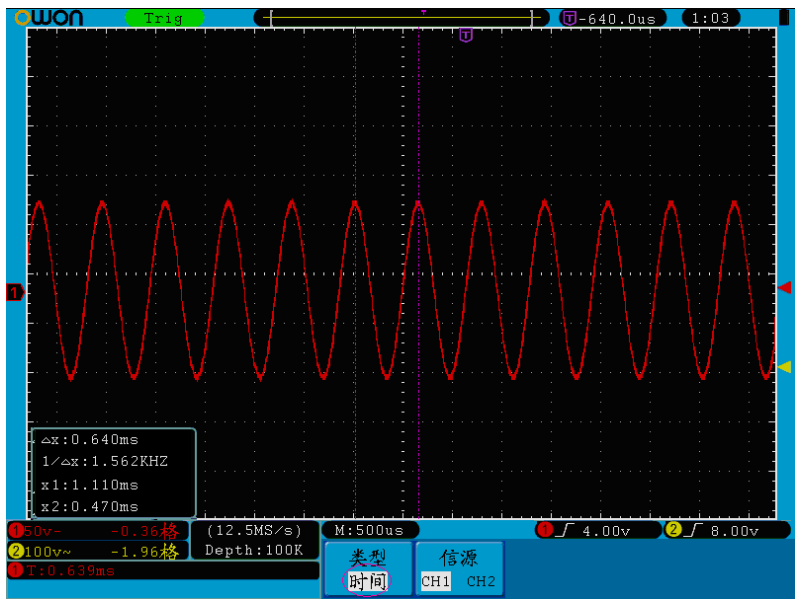

图 5-57：时间光标测量波形
4. 根据被测波形，分别转动两个通道的 **垂直位置** 旋钮调整光标1、光标2的位置，位于波形左下方的光标增量窗口显示两光标的时间绝对差及频率和两光标当前的时间。见图 5-57：